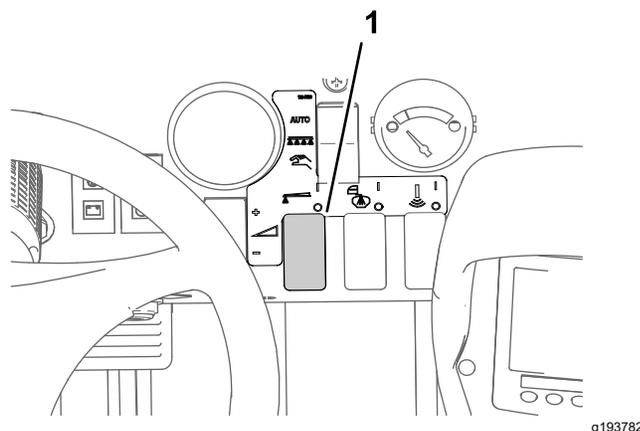

Рисунок 42
8. С помощью переключателя нормы внесения установите необходимое давление, как описано в руководстве по выбору сопел, поставляемом вместе с опрыскивателем (Рисунок 42).